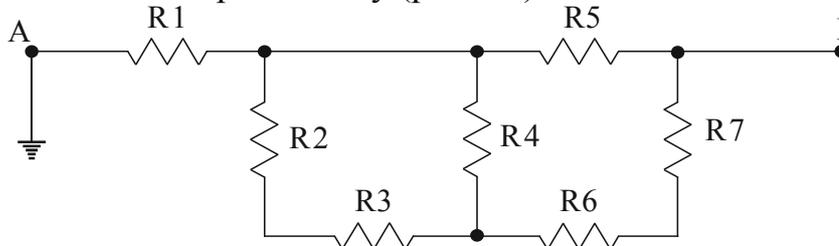

Рис. 1.2
3.1. На рабочем поле собрать схему (рис.1.2)